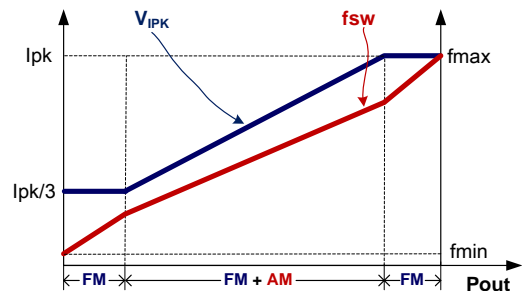

图 2
为满足系统平均效率和空载待机方面的严格要求，KP3114 采用了调幅控制 (AM) 和调频控制 (FM) 相结合的工作模式，如图 2 所示。